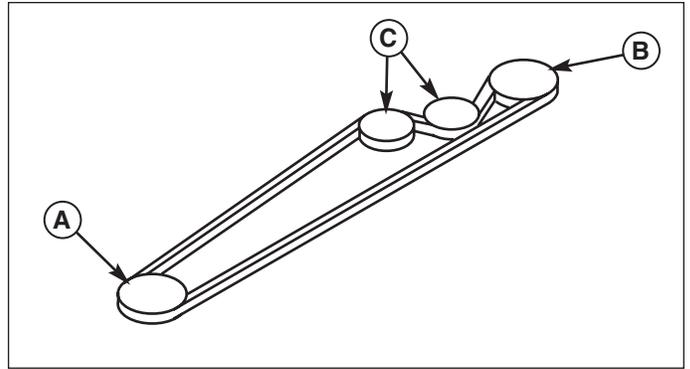

Figure 31. Cheminement de la courroie d'entraînement - Tous les modèles
8. Installer la nouvelle courroie comme illustré à la Figure 31.